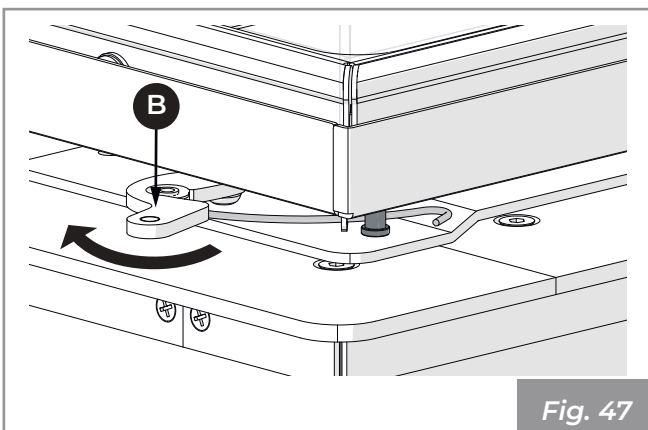

Fig. 47
- 5) Pousser le levier (B) avec la main et ramener le battant en position de verrouillage (Fig. 47).